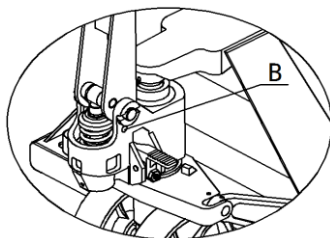

Рисунок 3
3.1.6 Потяните ручку 113 и выньте штифт В. Сохраните штифт В для следующего использования. см. рисунок 3.